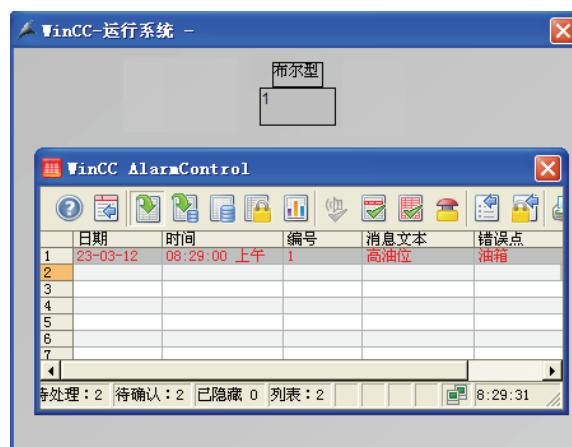

图 6-21 运行后的效果
4) 运行系统。在图形编辑器中,单击“运行系统”按钮▶,在“输入/输出域”中输入“1”,如图 6-21 所示,就会激发“油箱”中的“高油位”,因为“油箱”中的“高油位”是与 16 位无符号变量“H\_level”的第 0 位关联的,而输入/输出域也是与“H\_level”关联的,当“H\_level”=1 时,也就是“H\_level”的第 0 位为 1,激发报警。